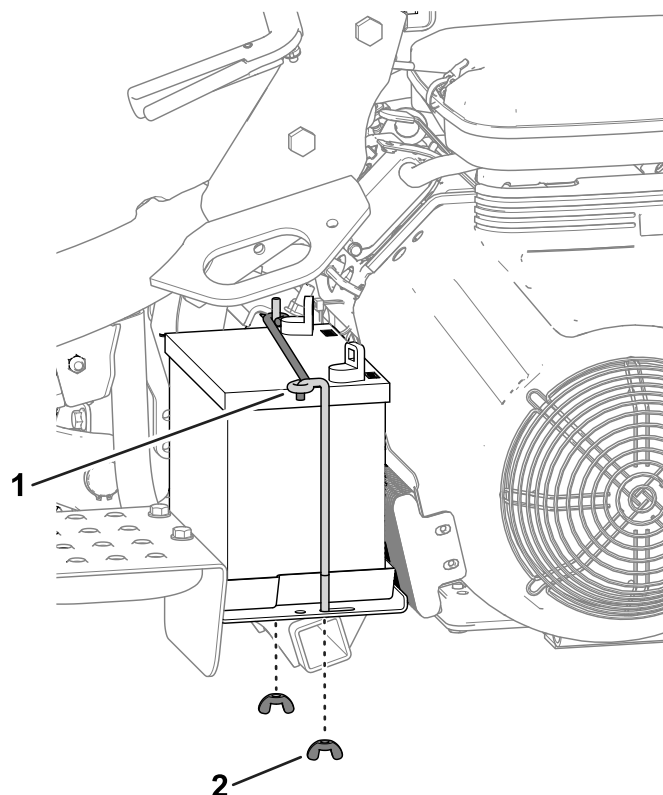

Figura 42
2. Retire as porcas de orelhas e barras que prendem a bateria à plataforma (Figura 42) e retire a bateria.
5. Coloque a bateria no tabuleiro da bateria e prenda-a com as barras e fixadores previamente removidos (Figura 42).